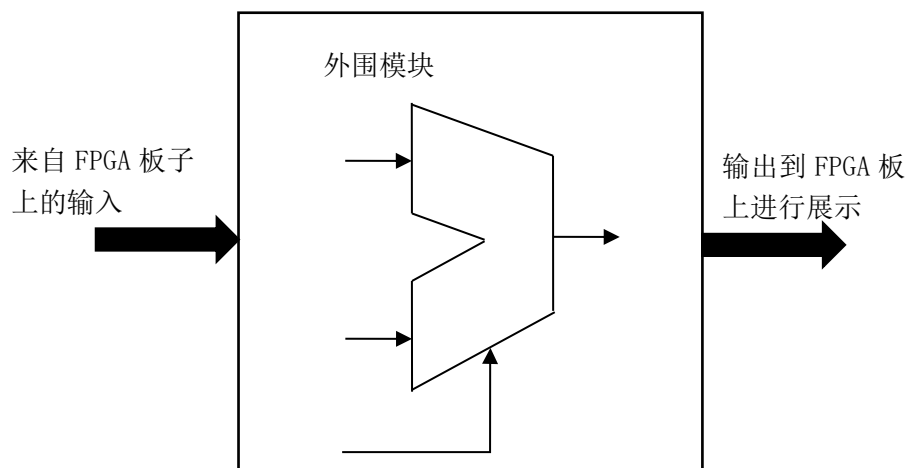

图 5.2 ALU 设计实验的顶层模块大致框图
- (4) 根据设计的实验方案，使用 **verilog** 编写相应代码。
- (5) 对编写的代码进行仿真，得到正确的波形图。
- (6) 将以上设计作为一个单独的模块，设计一个外围模块去调用该模块，见图 5.2。外围模块中需调用封装好的 LCD 触摸屏模块，显示 ALU 的两个源操作数、操作码和运算结果，并且需要利用触摸功能输入源操作数。操作码可以考虑用 LCD 触摸屏输入，也可以用拨码开关输入。
- 5) 如果对 FPGA 板了解的话, 可确定设计中与 FPGA 板上交互的接口, 画出包含外围模块的整体设计框图, 即补充完善图 5.2。